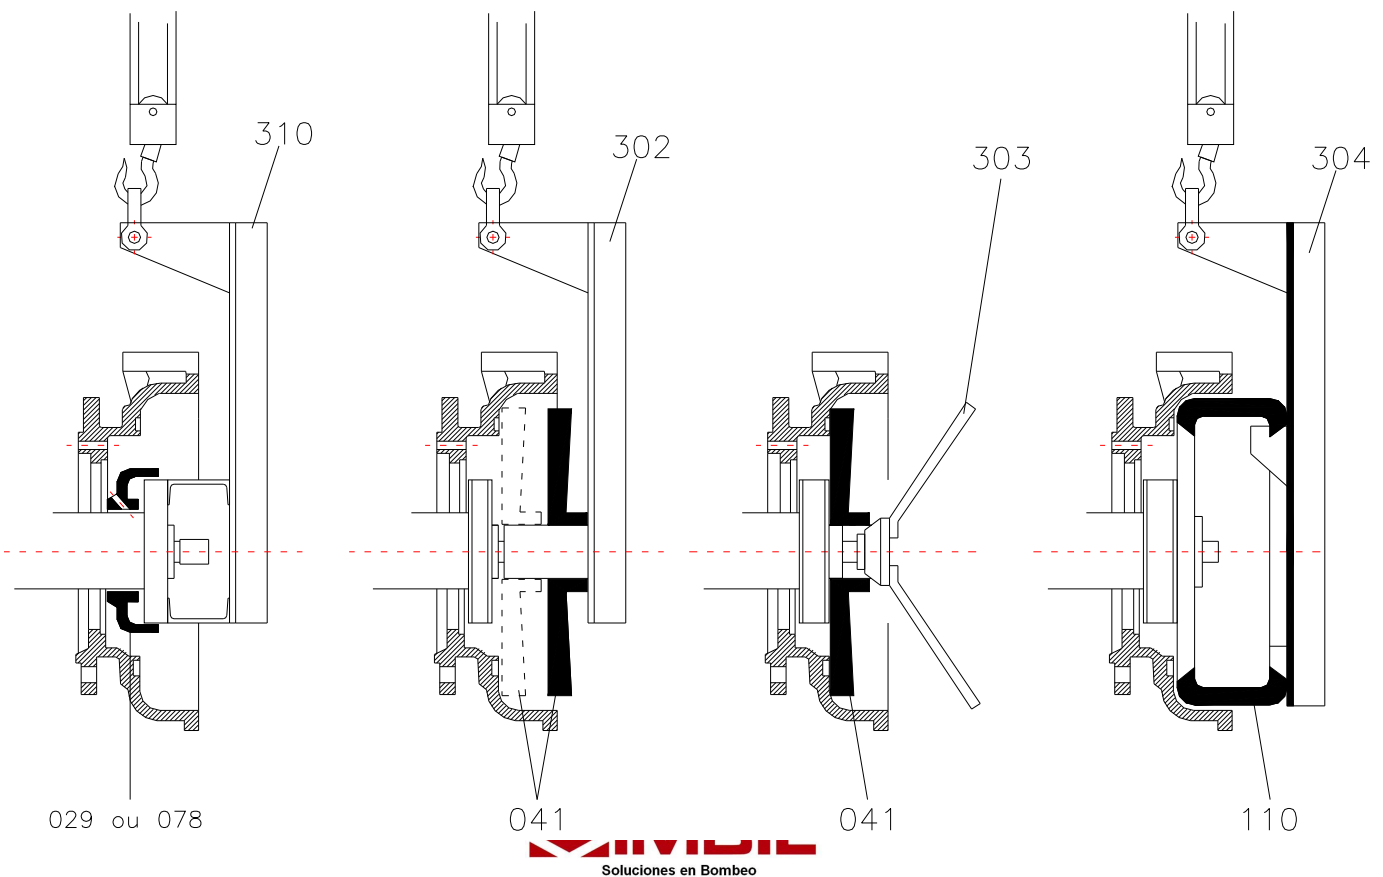

Fig 19
- 1 - Ponga un "O" Ring del manguito del Eje (109) en la ranura del laberinto.
- 2 - Junte el Anillo de alivio(239) dividido, con sus tornillos, y apriete firmemente. Ponga el anillo (con el lado achatado hacia fuera) en el eje hasta el laberinto.
- 3 - Ponga un segundo "O" Ring del Manguito del Eje (109) al lado del anillo .
- 4 - Deslice el Manguito del Eje (075) en el eje. Ponga el "O" Ring del Manguito del Eje (109) y empuje hacia adentro de la reentrancia en la extremidad del manguito del eje.
- 5 - Adapte el Anillo Linterna (063) seguido por el Anillo del Tope de la Empaquetadura (067) libremente sobre el manguito y empuje ambos contra la caja del mancal.
- 6 – Fije la Viga de Levantamiento de la Caja del Expulsor (310) a la caja del Expulsor (029) en el lado opuesto usando tres tornillos y verifique para cerciorarse de que la entrada de la grasa, en la caja del expulsor, está alineada con la viga de levantamiento (Ver fig. 19).
- a) - Deslice el Anillo de Tope de la Empaquetadura (067) dentro de la Caja del
e) - Suspenda el tubo de levantamiento (302) en una grúa (Ver Fig.19).
a) – Ponga el sellado del revestimiento (124) (con el lado liso apoyado en el cuerpo trasero) en el surco del cuerpo trasero.
b) – Atornille y apriete los revestimientos centrales (026) en los resaltes roscados provistos en el revestimiento trasero interno (041)
c) - Suspenda el tubo de levantamiento (302) con una grúa (Ver Fig. 19). Levante el revestimiento trasero interno tangenciando la extremidad de encaje del tubo de levantamiento, empuje el tubo de levantamiento hacia adentro del orificio central del revestimiento. Levante el tubo con el revestimiento y deslice el tubo sobre la rosca del eje. Alinee los revestimientos centrales con los orificios y empuje el revestimiento contra el cuerpo trasero. Ponga las tuercas pero no las apriete. Remueva el tubo de levantamiento.
d) - Enrosque y apriete los revestimientos centrales (023) en los resaltes roscados del revestimiento trasero (043).